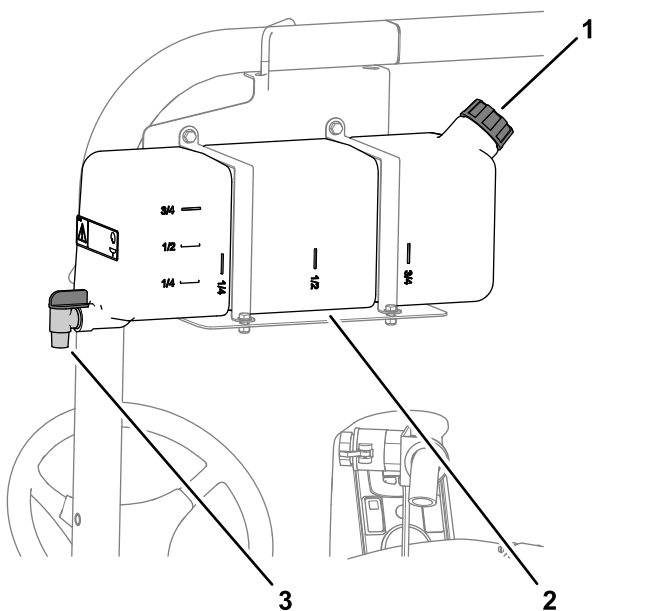

Figure 19
- Pour remplir le réservoir, dévissez le bouchon sur le dessus, remplissez-le d'eau douce, puis revissez le bouchon en place (Figure 19).
- Pour ouvrir le robinet du réservoir d'eau douce, tournez le levier sur le robinet (Figure 19).